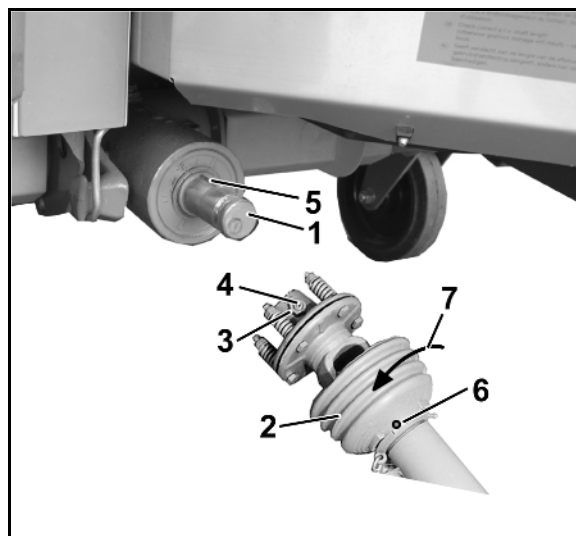

Рис. 25
1. Снимите втулку с фланцем (Рис. 25/1) с помощью съёмника с первичного вала редуктора.